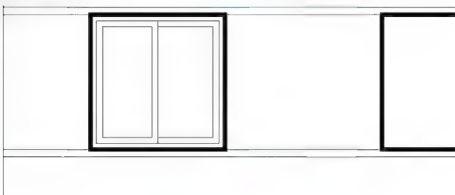

图 4.23 修剪窗扇多余的线
- (6) 用【修剪】命令把多余的线修剪掉，结果如图 4.23 所示。